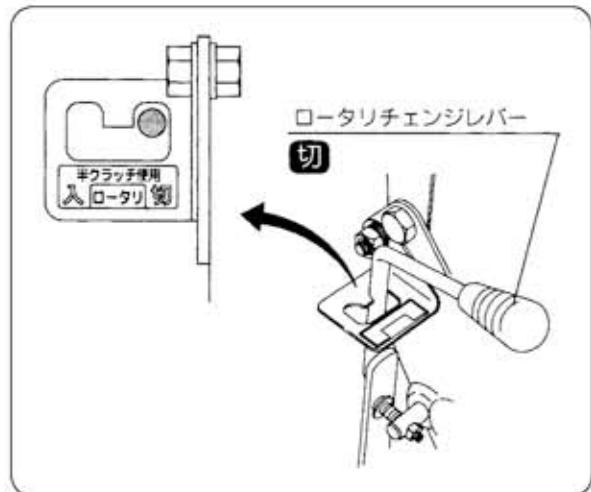

図16
- ③ ロータリーチェンジレバーを【切】位置にします。 (図16)